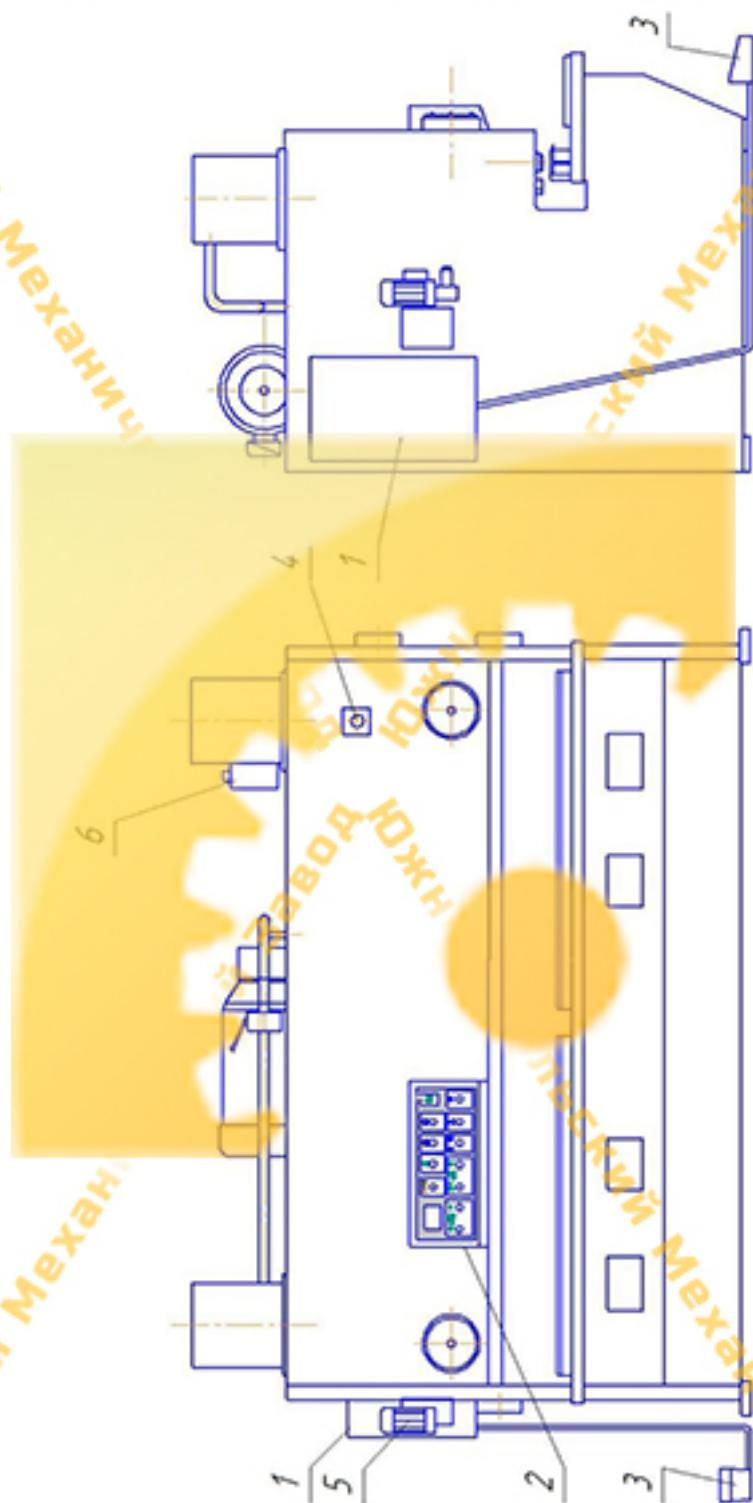

Рис. 3 Расположение органов управления
5.1. Общий вид с обозначением органов управления (рис. 3).
Поз. см. рис.3	Органы управления и их назначение